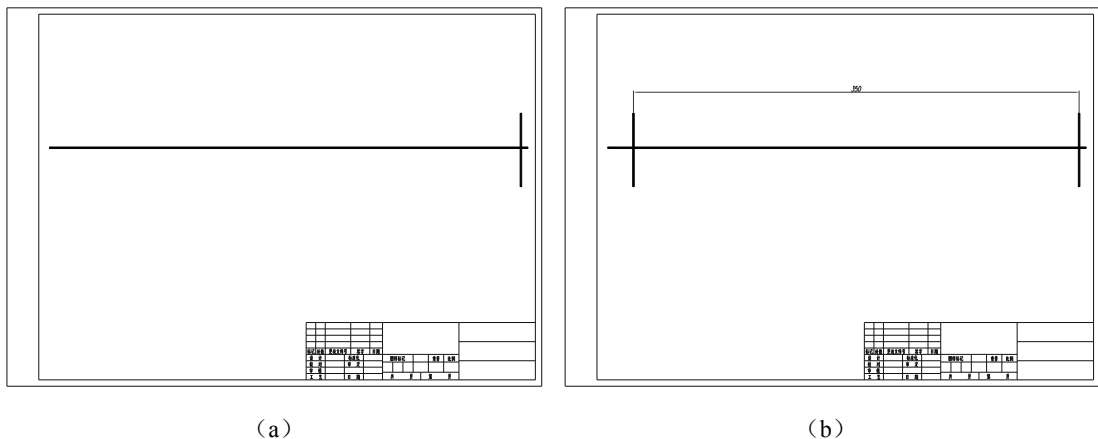

图 11-6 绘制和偏移端线
(1) 绘制第一个端线。使用直线工具，在作图窗口适当位置选点，然后利用正交方式将直线绘制出来，如图 11-6 (a) 所示。
(2) 绘制另一端线。用户可以重复上一步的操作，但是这需要使用绝对坐标和相对坐标进行精确定位，比较麻烦。可以采用偏移工具。用户只需选择第一条端线，然后给定偏移方
结果如图 11-6 (b) 所示。